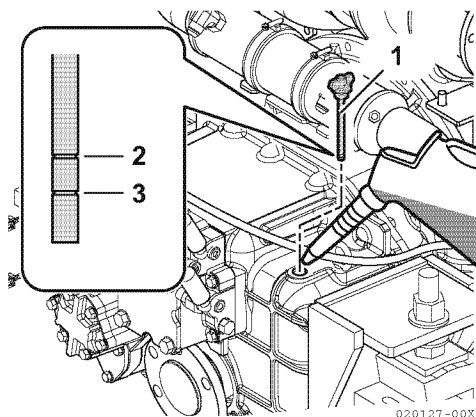

Figura 2
3. Estrarre l'astina. Controllare che il livello dell'olio sia compreso tra la tacca superiore (2, **Figura 2**) e quella inferiore (3, **Figura 2**) dell'astina.